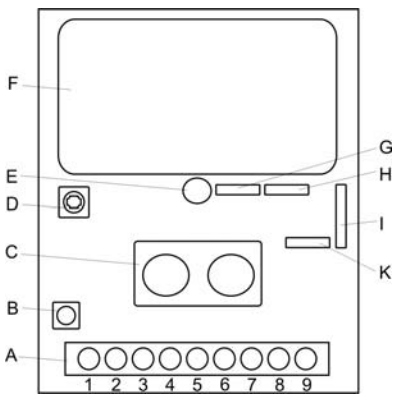

Fig. 1
- 8-Brancher les files à la borne de raccordement (figure 1)
8. Collegare i fili ai morsetti (Fig. 1).